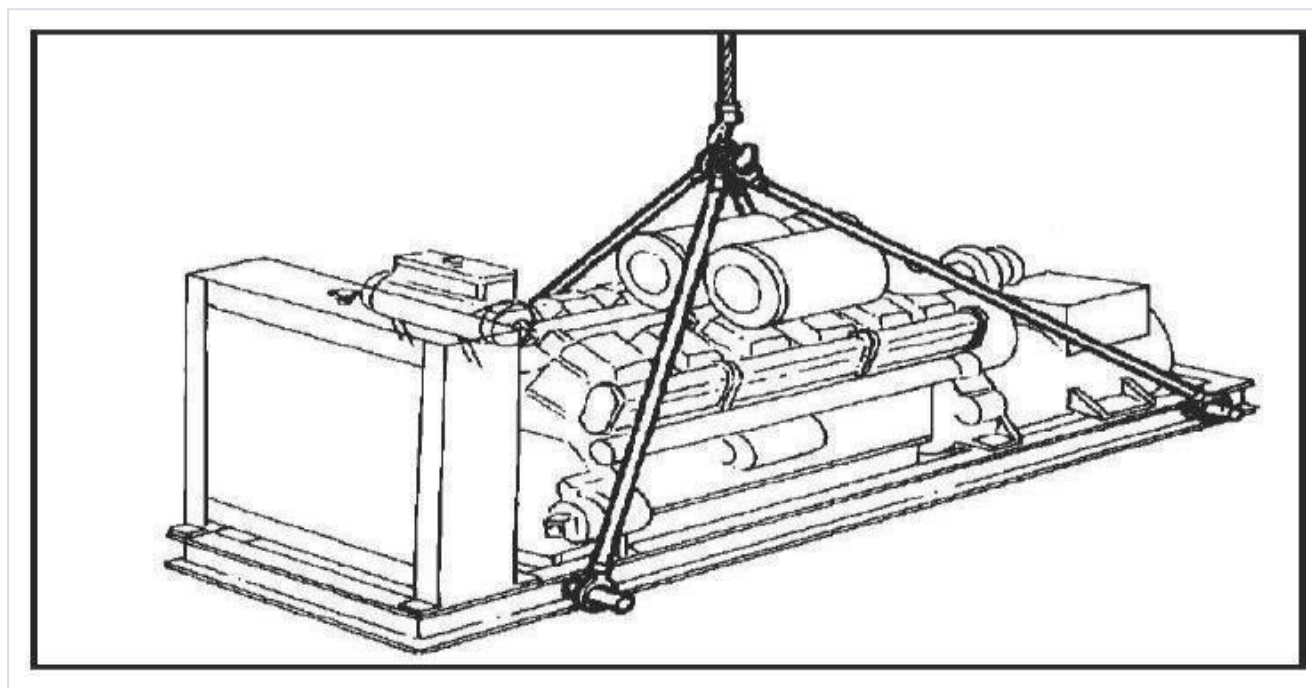
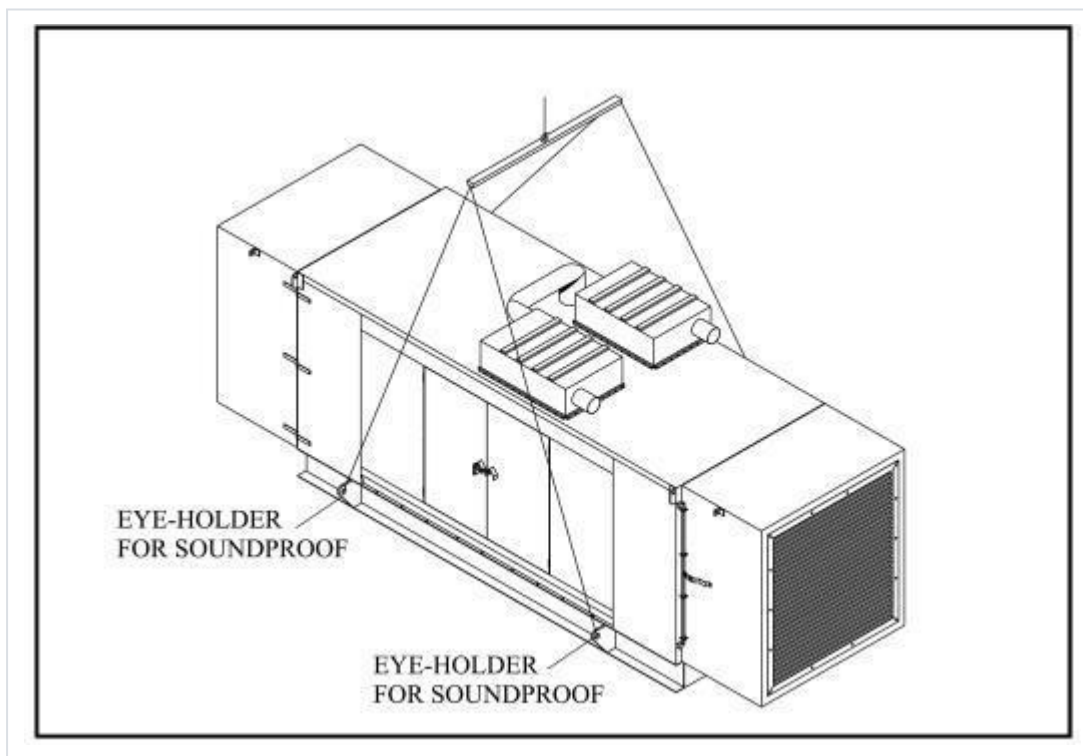

РИС. 8 — Підймання відкритої генераторної установки.
РИС. 9 — Підймання генераторної установки в кожусі за передбачені вушка.
- Генераторні установки та кожухи слід піднімати за допомогою відповідного вантажопідіймального обладнання та із застосуванням правильної процедури підймання (РИС. 8 і РИС. 9). Генераторні установки та кожухи слід піднімати знизу вгору, враховуючи рівномірний розподіл ваги між чотирма точками підймання.